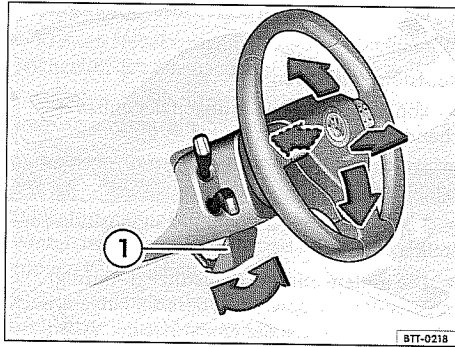

Abb. 43 Lenkradposition mechanisch einstellen.
- Den Hebel  $\Rightarrow$  Abb. 43 nach unten schwenken.